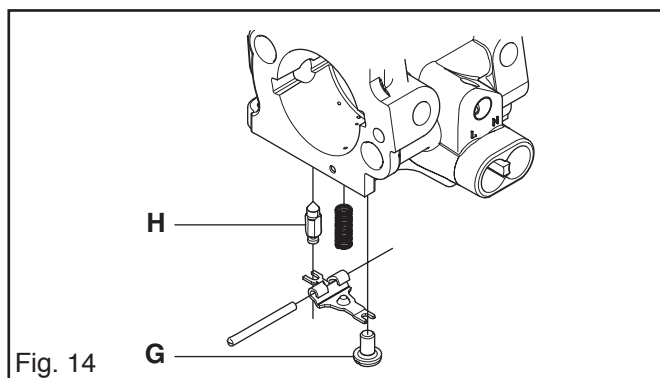

Fig. 14
5. Placez le pointeau (H), le bras de levier, la tige et le ressort et serrez la vis (G). Voir fig. 14.